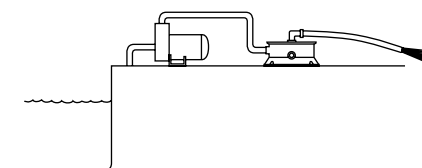

Figure 17
3. abaisser le niveau de l'eau dans la piscine ou dans la cuve thermique ou à remous/spa (voir la Figure 17).